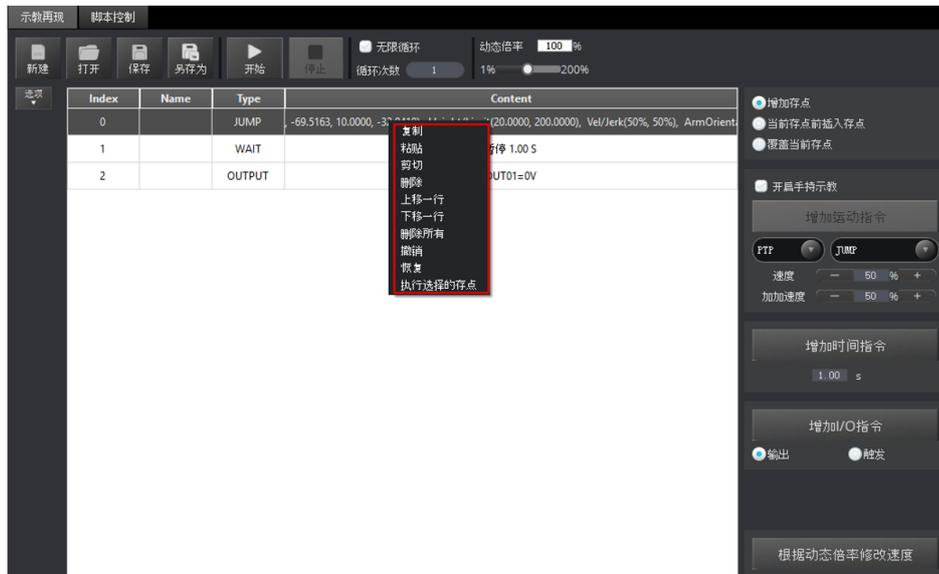

图 6.11 存点列表右键选项
- 选中某一条存点单击鼠标右键，对存点进行复制、删除等操作，如图 6.11所示。